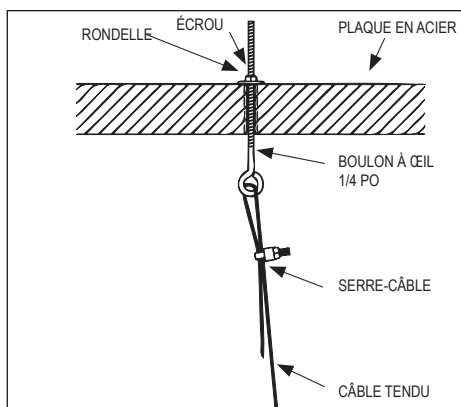

Figure 10
4. Une fois la colonne d'évacuation abaissée à l'intérieur de la cheminée, installer une plaque de support en acier par-dessus le sommet de la cheminée. Faire passer les câbles tendus par les points d'ancrage comme illustré par la **Figure 10**.